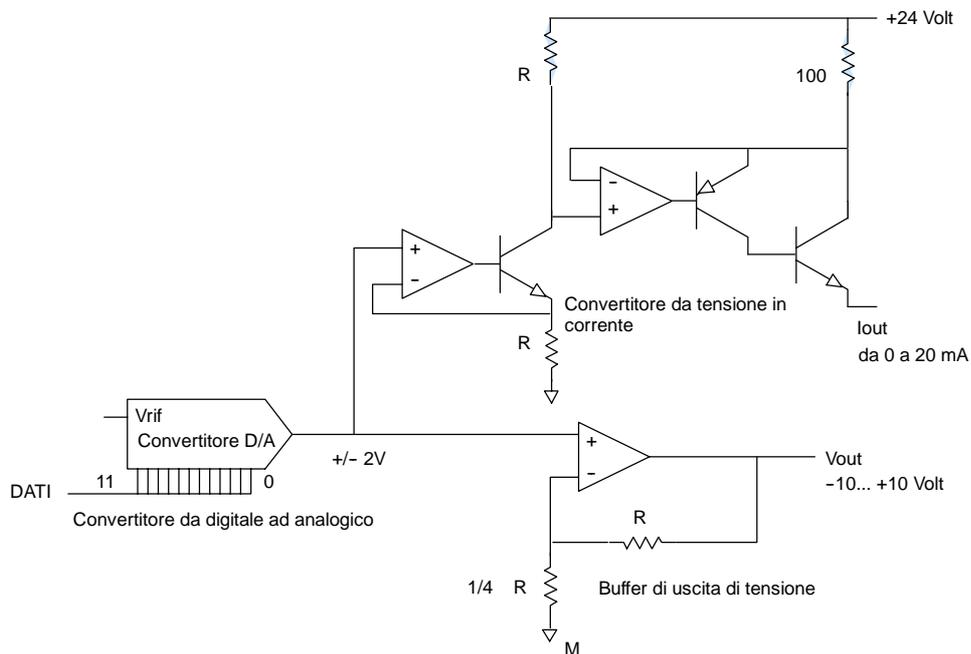

Figura A-21 Schema a blocchi delle uscite dell'EM 232 e dell'EM 235
- Cortocircuitare gli ingressi dei canali non utilizzati come indicato nella figura A-21.